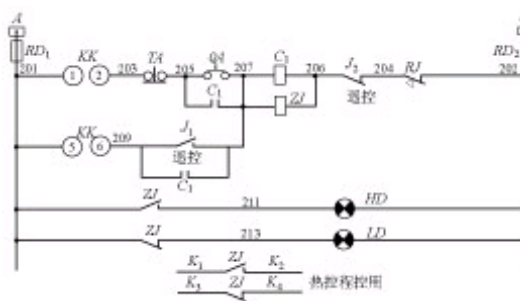

图3 （以2号泵为例）
- (1) 将2号泵控制回路中时间继电器的3SJ辅助触点后接于205号线处，即可消除此缺陷。
- (2) 在转换开关KK3-4接点至3SJ接点间串接交流接触器的常开辅助接点。
- (3) 从水源井的实际运行情况来看，一口井停几分钟不至于影响机炉的稳定运行。因此，取消工、备联动未偿不可，也就是取消了时间继电器3SJ，从而简化二次控制原理图（如附图3）。转换开关由LW5-15D1365型改为LW5-16P0627/2型，实现2台泵独立遥控启、停。